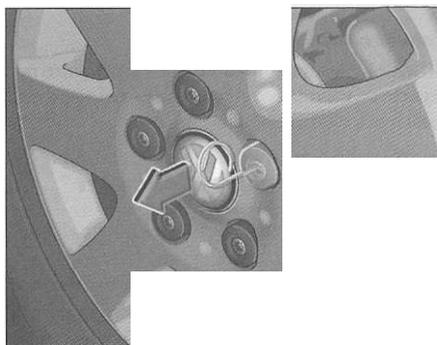

Fig. 114 Remoção dos protetores dos parafusos das rodas
- Inserir o gancho através da abertura no protetor => fig. 114.